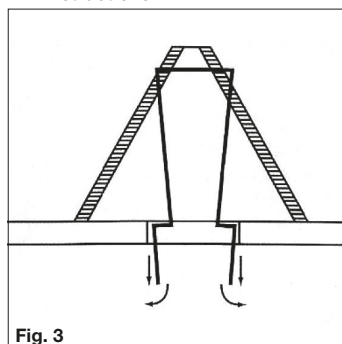

Fig. 3
- Tirare delicatamente le estremità in rame fino a che la piega a "L" fuoriesca dal controsoffitto (Fig. 3).
- Gently pull the copper ends until the "L" fold comes out of the false ceiling (Fig. 3).